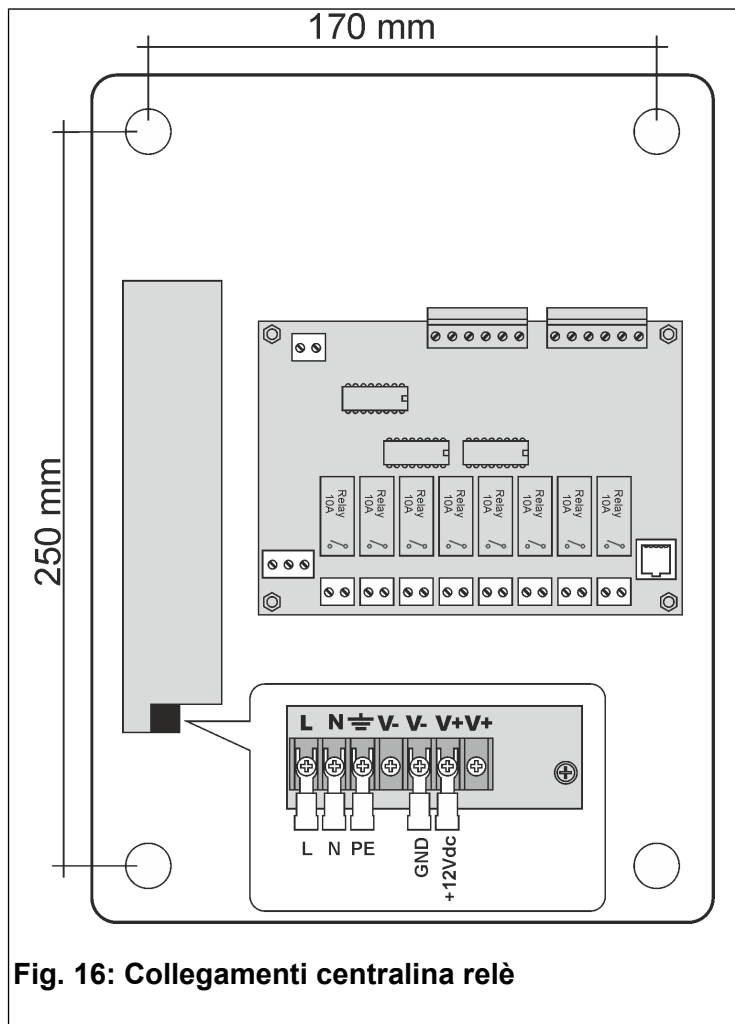

Fig. 16: Collegamenti centralina relè
- Fissare la **centralina relè** tramite i 4 fori sul fondo (Fig. 16).
Collegare i conduttori di alimentazione ai morsetti L e N dell'alimentatore, come indicato in Fig. 16, usando gli appositi terminali a forcella forniti in dotazione, adatti a cavi di sezione di 0,5-1,5 mm².